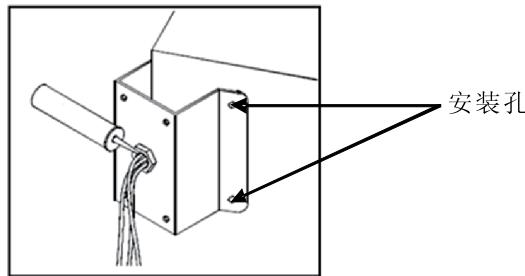

图 20 安装示意图
1、如图20所示，以角装附件的安装孔为模板，在成90°夹角的墙壁上画出打孔位置，并打孔装上M8膨胀螺栓。将一体化线缆穿过角装底座的中心孔、防水胶及支架的中心孔，留出足够的接线长度，并将角装底座用M8螺母紧固在墙壁上。